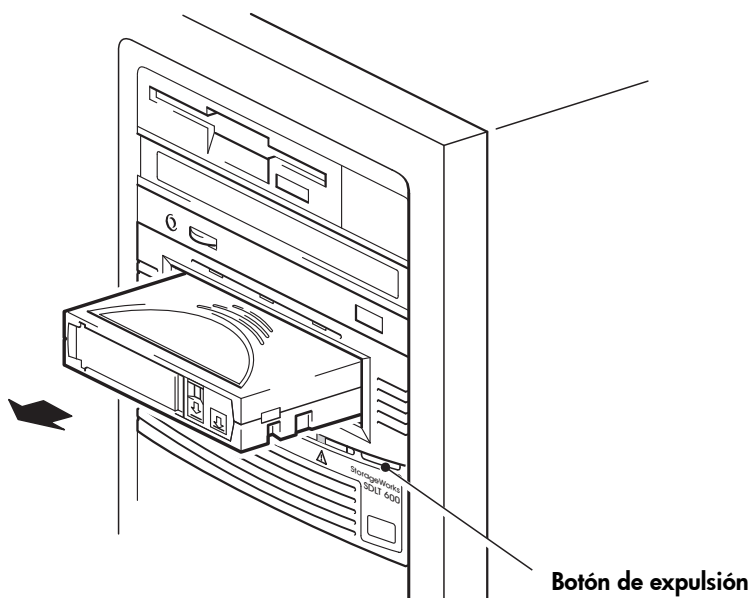

Figura 9b: descarga de un cartucho
- 1 Presione el botón de expulsión del panel frontal. (Véase la figura 9b.)